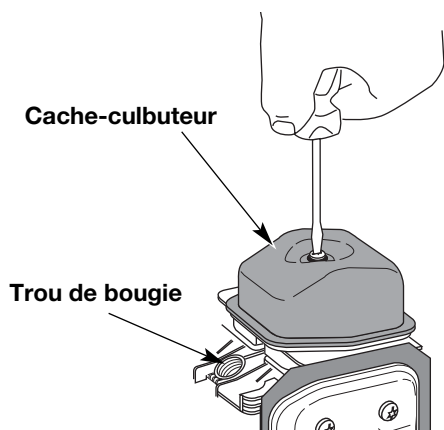

Fig. 25
- Nettoyez toute saleté autour du cache-culbuteur. Retirez la vis retenant le cache-culbuteur à l'aide d'un tournevis à lame plate large ou à mèche no. T-25 Torx (Fig. 25). Enlevez le cache-culbuteur et le joint.
- Le piston est au sommet de sa course lorsqu'on regarde par le trou de la bougie (Fig. 25)